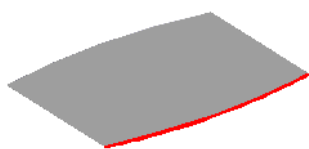
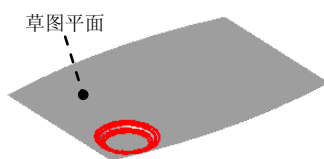
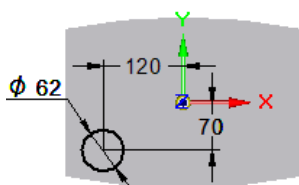

图 6.9.8 镜像特征 1
图 6.9.9 凹坑特征 1
图 6.9.10 截面草图
(4) 单击 **完成** 按钮，完成特征的创建。
Step4. 创建图 6.9.8 所示的镜像特征 1。
(1) 选取要镜像的特征。选取上一步所创建的法向除料特征为镜像源。
(2) 选择命令。单击“主页”功能选项卡“阵列”工具栏中的  镜像按钮。
(3) 定义镜像平面。选取前视图 (XZ) 平面为镜像平面。
Step5. 创建图 6.9.9 所示的凹坑特征 1。
(1) 选择命令。单击“主页”功能选项卡“钣金”工具栏中的“凹坑”按钮.
(2) 绘制凹坑截面。选取图 6.9.9 所示的模型表面为草图平面，绘制图 6.9.10 所示的凹坑截面草图。